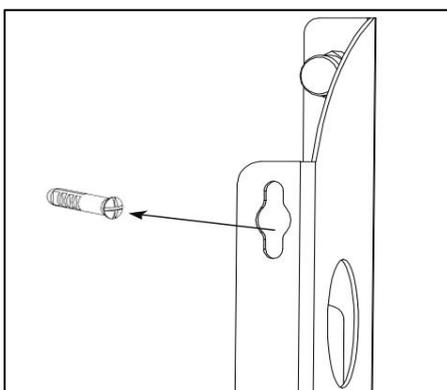

Abb. 4
- 3) Schrauben Sie die Schrauben mit einem Schraubendreher in die Dübel. (Abb. 4)